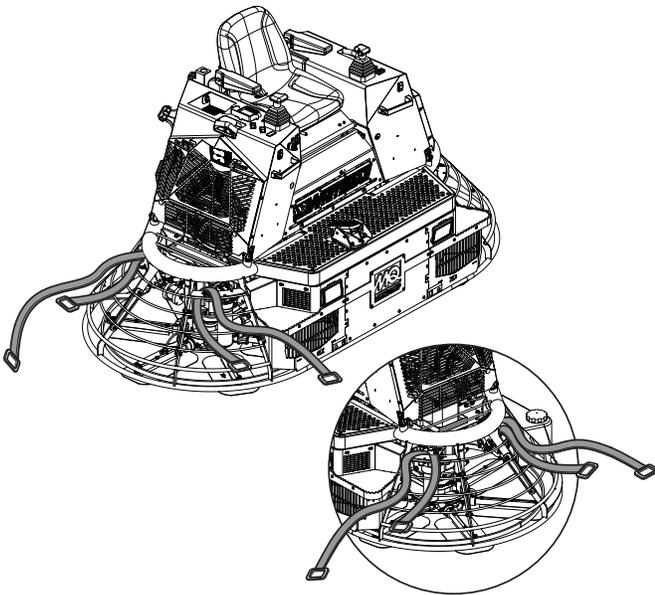

Figure 5. Acheminement des sangles d'arrimage
2. Attachez les sangles d'arrimage appropriées à la truelle. Poser les sangles d'arrimage des deux côtés comme illustré à la figure 5.